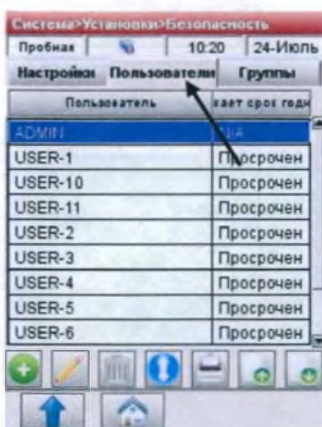

Рис.3-58 Пользователи
3. Выберите таблицу **<Пользователи>** (Рис.3-58). По умолчанию ИН оператора **ADMIN**. ИН оператора **ADMIN** нельзя удалить, изменить и у него нет срока действия. Пароль для ИН оператора **ADMIN** - **ADMIN**. Чтобы изменить пароль зайдите в систему как **ADMIN** и перейдите в **<Изменить пароль>** в таблице безопасности (См. раздел 3.2.3.2).
4. Нажмите  (Рис.3-58) чтобы ввести нового пользователя в список авторизованных пользователей.